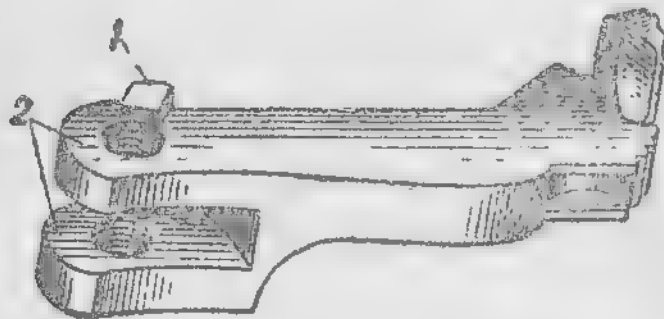

Рис. 10. Дверца:
**12. Дверца** (рис. 10) служит для открывания и закрывания камер барабана и для ограничения поворота барабана в правую сторону.